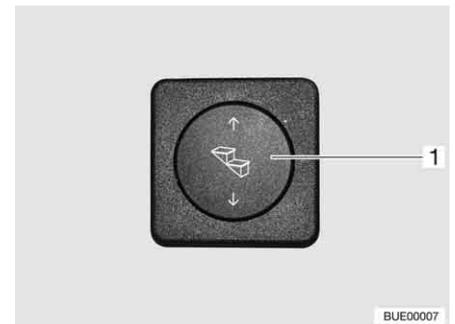

Bild 9 Bedientaster Eintrittstufe
- Wipptaster (Bild 9, 1) unten drücken und gedrückt halten (mindestens 3 Sekunden), bis die Eintrittstufe vollständig ausgefahren ist.
- Wipptaster (Bild 9, 1) oben drücken, bis die Eintrittstufe vollständig eingefahren ist.